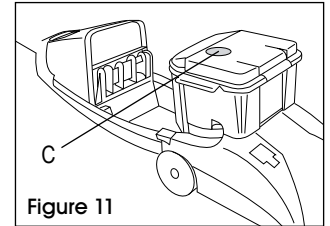

Figure 11
1. Lorsque réservoir de récupération (réservoir inférieur) est plein, le mécanisme d'arrêt automatique arrête la fonction d'aspiration de l'aspirateur. (Voir Figure 11)
2. Lorsque cela est le cas, le disque flottant rouge (C) passe dans la partie supérieure du couvercle du réservoir de récupération (voir illustration). L'aspirateur n'aspire plus la solution sale et le bruit du moteur deviendra sensiblement plus aigu.